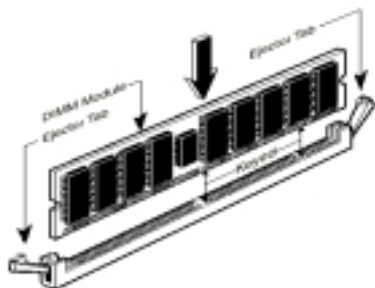

Figure 2-6. Installation d'un Module
**Etape 5.** Insérez le module mémoire dans le socket DIMM comme illustré dans l'illustration. Notez comment le module est maintenu dans le socket. Vous pouvez vous référer à la figure 2-6 pour les détails. **Ceci assure que le module DIMM ne pourra être inséré que dans un seul sens.** Pressez fermement le module DIMM dans le socket DIMM pour l'enfoncer complètement dans le socket.